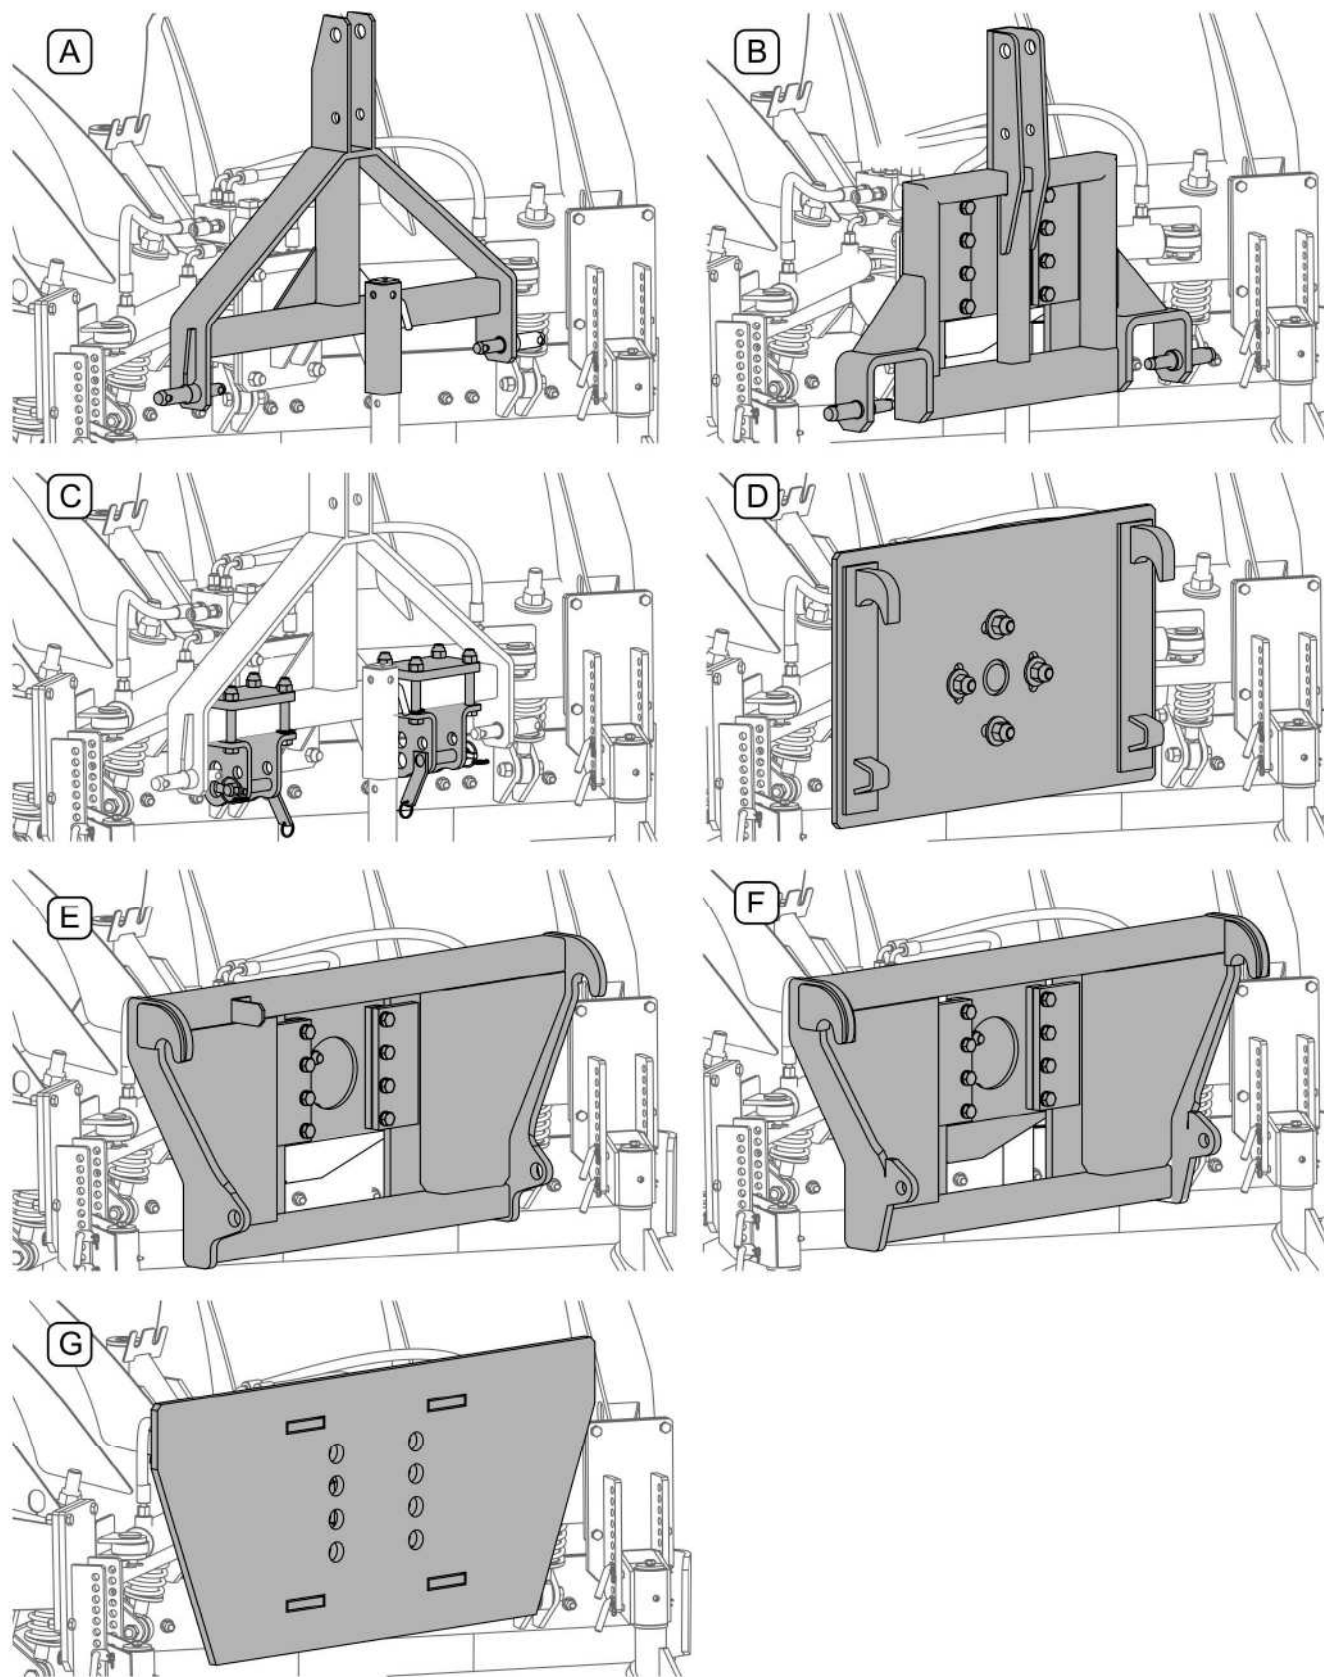

РИСУНОК 4.1 Типы навесных систем
назад при наезде на препятствие. Стояночная опора (7) служит для подпирания плуга в случае отсоединения от трактора. Опционально плуг PU-1700/PU-2100 может оснащаться скользунами (10) и другими навесными системами, напр., для фронтального погрузчика LC-1650 или евро-сцепкой, качающейся трехточечной системой навески (РИСУНОК 4.1)
Плуг, оборудованный "жесткими" системами навески А, С, D (РИСУНОК 4.1), разрешается подсоединять только к транспортным средствам, оснащенным системой управления с "плавающим" положением.